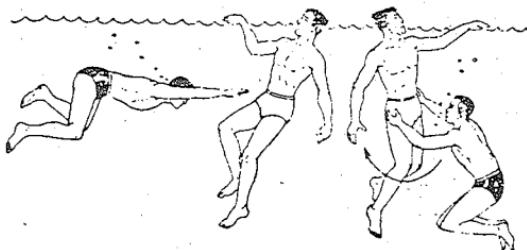

图 10
1. 接近方法。发现溺者后，应迅速从背后或一侧接近。若溺者面向自己时，应离溺者约二米处潜入水中，抓住溺者的身体向上推转，使其背向自己拖带上岸（图10）。